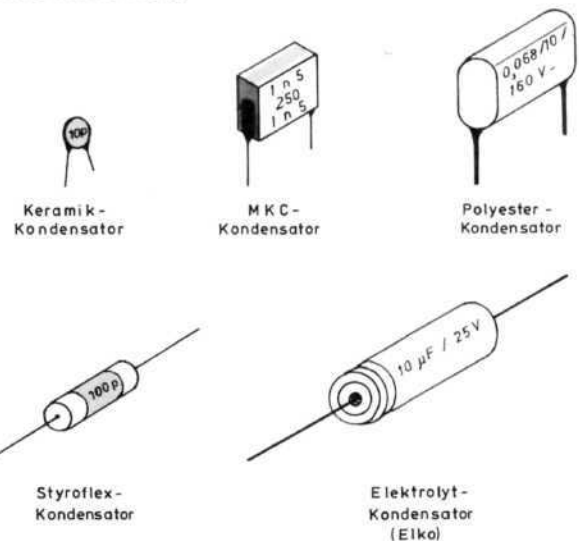
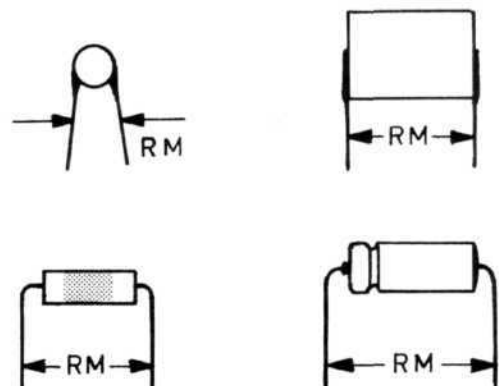

Bild 37. Kondensator-Ausführungen
Bild 38. Rastermaße
Die verschiedensten Bauformen von Kondensatoren können Sie Bild 37 entnehmen. Je nach Verwendungszweck ist die eine oder andere Bauform besser geeignet oder sogar vom Typ her vorgeschrieben. Früher konnte man allgemein von der Größe eines Kondensators auch auf die Größe der Kapazität schließen. Diese Erkennung wird heute immer schwieriger, da die jetzt auf dem Markt befindlichen Kondensatoren in ihren Abmessungen wesentlich kleiner geworden sind. Bei Nachbestellungen sollten Sie deshalb unbedingt das **Rastermaß (RM)**, also den Abstand der Beinchen in den Platinen für den Kondensator mit angeben, damit Ihnen nicht versehentlich eine falsche Ausführung geliefert wird (Bild 38). Die früher praktisch ausschließlich verwendeten gelb-braunen Polyesterkondensatoren werden heute in vielen Fällen durch die viereckigen, silbrig glänzenden MKC-Kondensatoren ersetzt. Diese Kondensatoren sind im Rastermaß von 15 mm, bzw. 10 mm auf 7,5 mm verkleinert. Außerdem ist dieser Kondensator ca. vier mal kleiner als die ältere Ausführung. MKC-Kondensatoren dürfen bei Platinen mit beidseitigen Leiterbahnen nicht ganz auf der Platine aufliegen, da die nicht isolierten blanken Seiten des Kondensators u.U. einen Kurzschluß mit einer eventuell unter dem Kondensator durchgeführten Leiterbahn verursachen können.